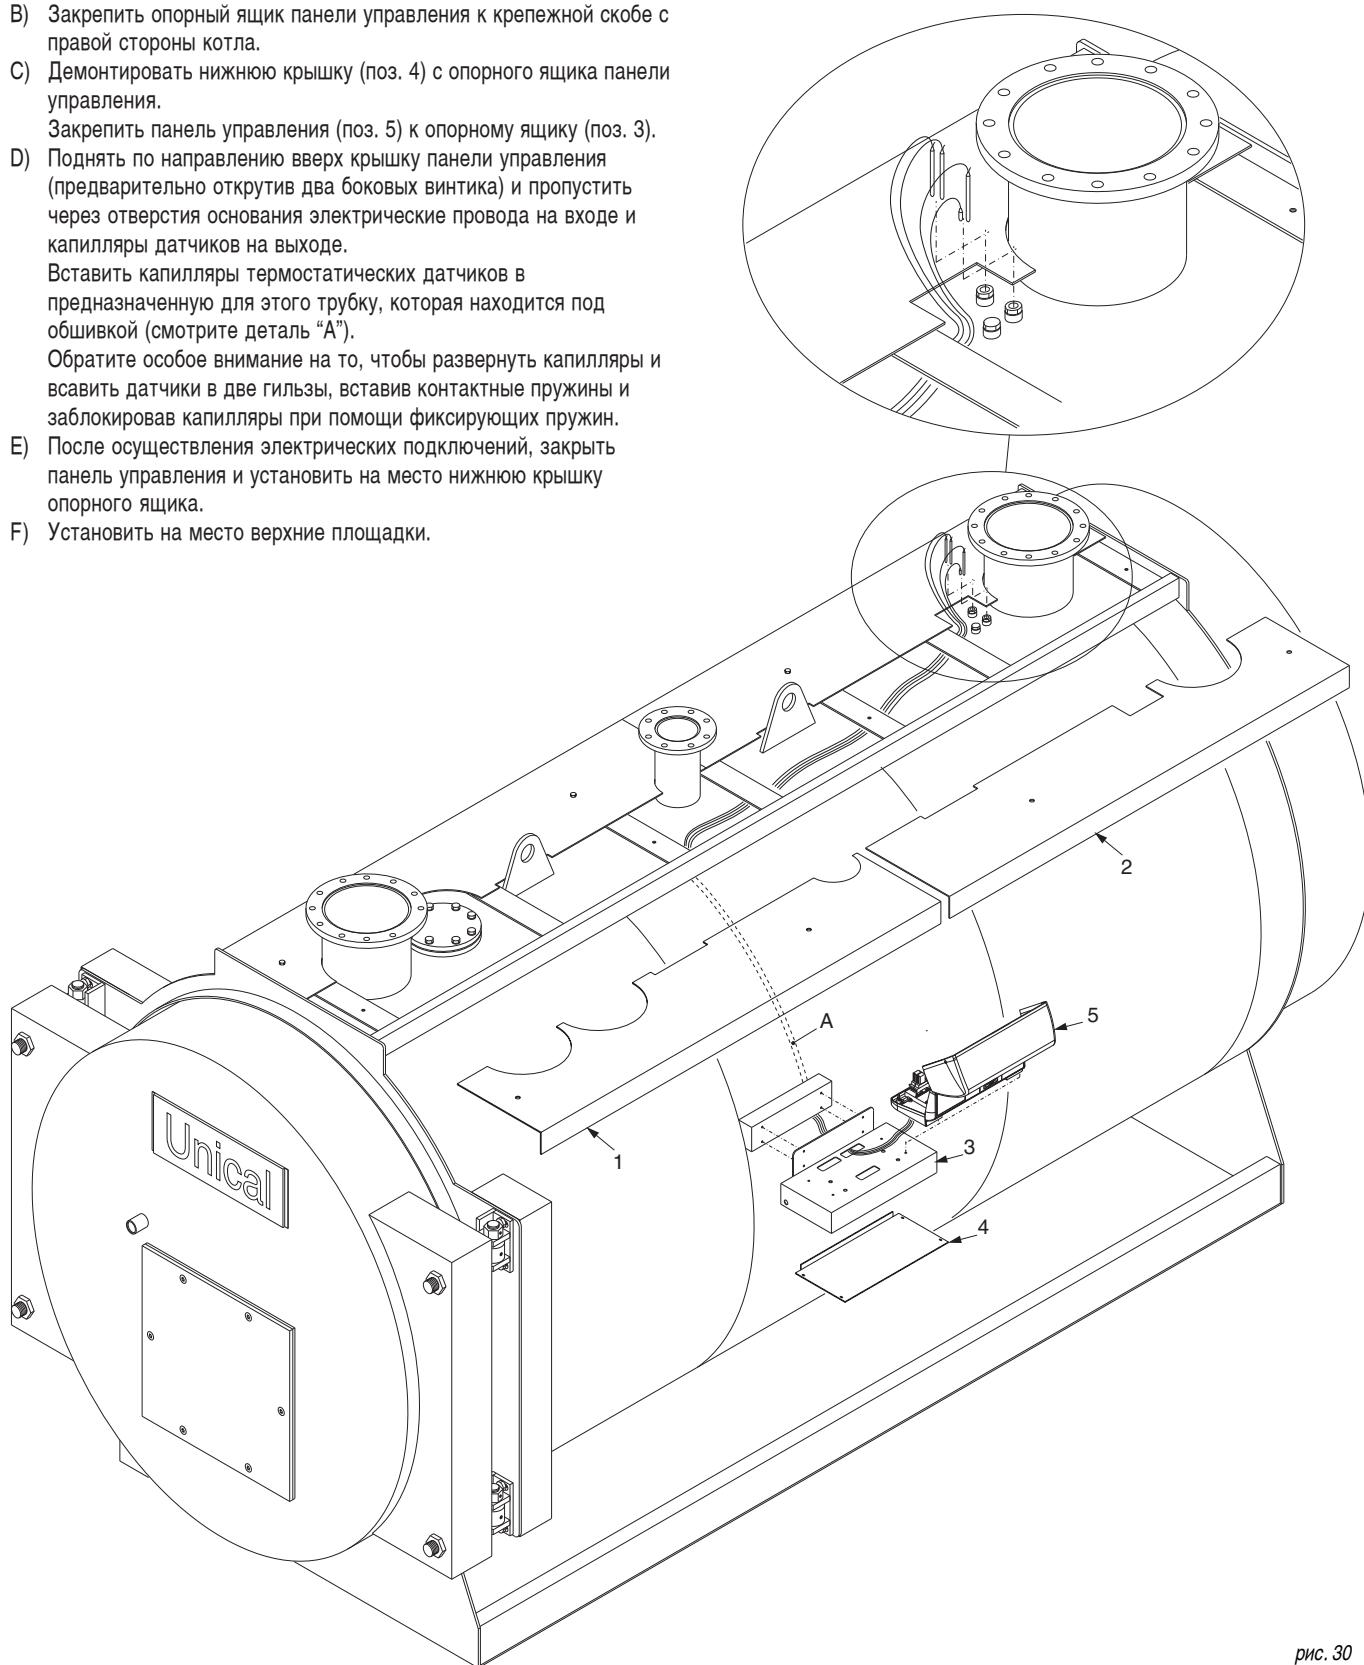

рис. 30
### Последовательность монтажа (см. рис. 30)
- включением-отключением котлового насоса  $Pi$  или, когда он отсутствует, всех насосов установки (например, насосов  $Pi$  и  $Pc$  на рис.30) по команде терmostата  $T_{min}$  с уставкой срабатывания  $55^{\circ}\text{C}$ ;